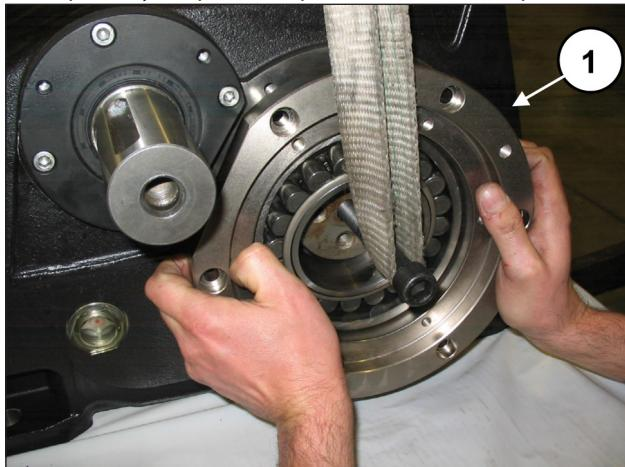
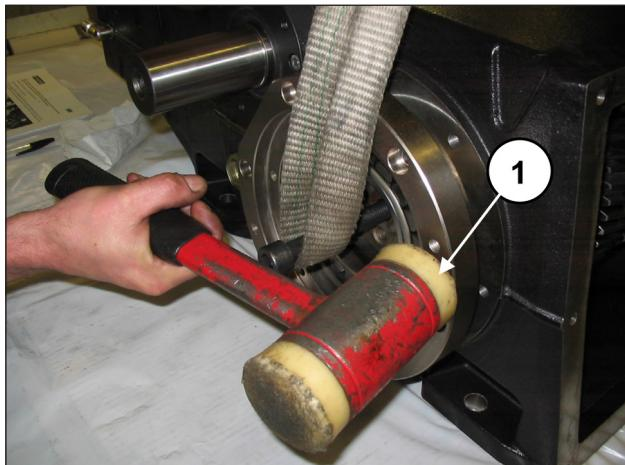

Рис. 72
Рис. 73
Установите две шпильки с резьбой M16 на оконечность коленчатого вала и, удерживая его в приподнятом положении (поз. ①, Рис. 72), вставьте крышку-держатель подшипника в сборе с подшипником и уплотнительным кольцом O-ring (поз. ①, Рис. 73) с помощью ударной массы. Повторите эту операцию с противоположной стороны.